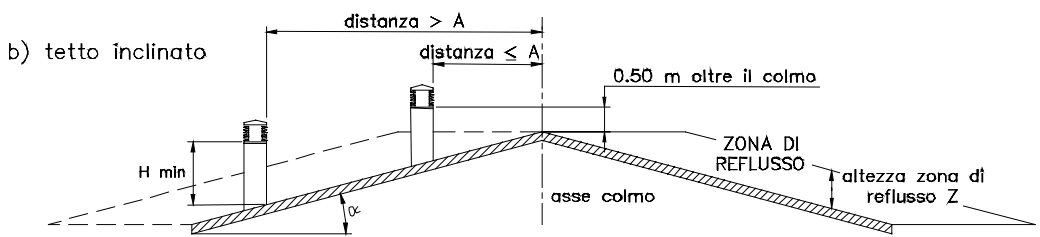

Fig. 5
- il comignolo deve essere posizionato in modo da garantire un'adeguata dispersione e diluizione dei prodotti della combustione e comunque al di fuori della zona di reflusso. Tale zona ha dimensioni e forme diverse in funzione dell'angolo di inclinazione della copertura, per cui risulta necessario adottare le altezze minime riportate in fig.4 e in fig.5;
- il comignolo dovrà essere del tipo antivento e superare l'altezza del colmo Fig.4 e fig.5;